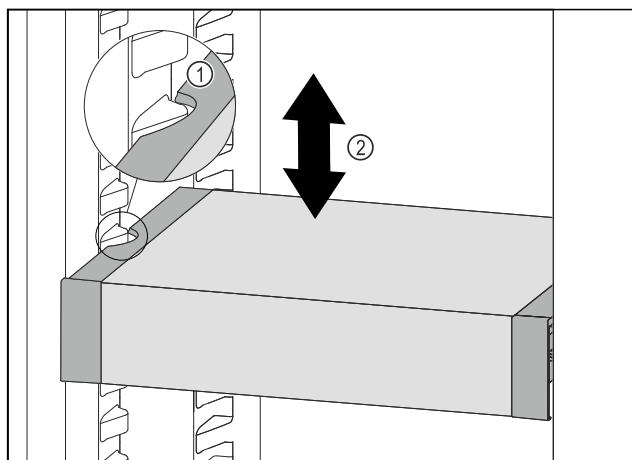

Fig. 118
- Táhněte VarioSafe dopředu, dokud nebudou boční vybrání VarioSafe na úrovni žebrování na nádoby v chladniče. Fig. 118 (1)
- Posouvejte VarioSafe v chladniče nahoru nebo dolů, dokud nedosáhnete požadované výšky. Fig. 118 (2)